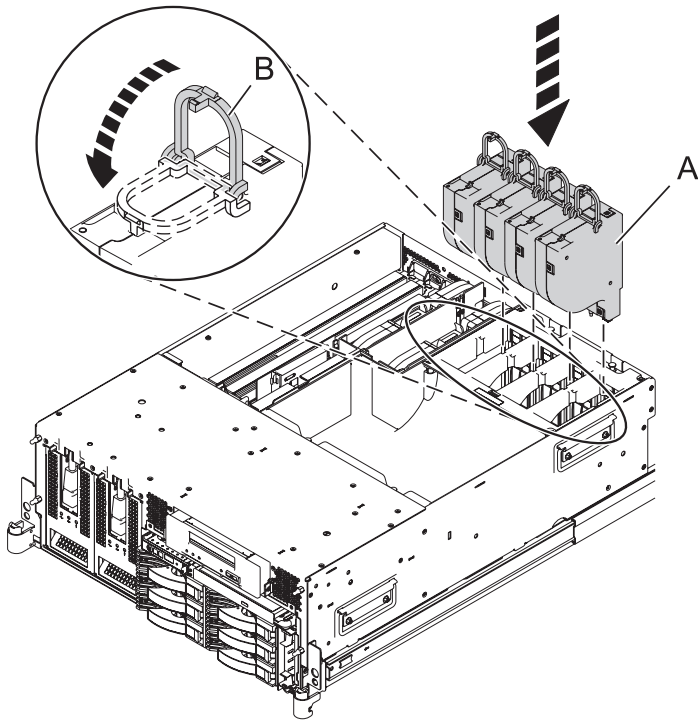

Figure 21. Installation des ventilateurs dans le capot de ventilation d'un modèle 03E/4A
- 2) Pour installer les ventilateurs, insérez chaque ventilateur (A) dans son emplacement dans le boîtier de ventilation, en appuyant sur chaque ventilateur jusqu'à ce qu'il s'emboîte dans son emplacement dans le boîtier de ventilation et fermez la patte (B), comme indiqué dans la figure 21, à la page 30.